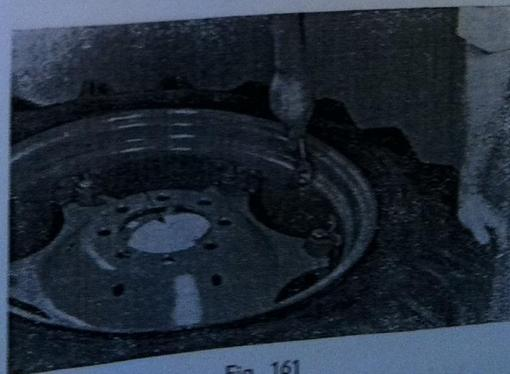

Fig. 161
1. Poser la roue avec son pneu sur une cale de bois disposée sur le sol (fig. 161). Dégonfler le pneu en dévissant la valve et dévisser l'écrou fixant la chambre à air à la jante.